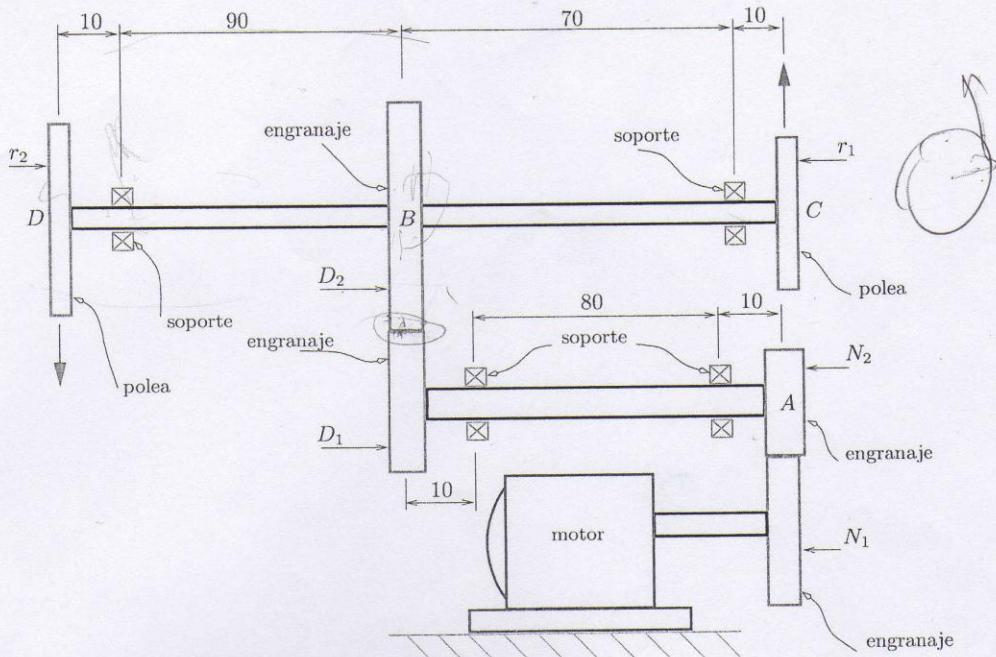

Figura 2: Motor, ejes, engranajes y poleas.
2. En la Figura 2 se muestra un motor que entrega 75HP de potencia a una velocidad de 1000rpm. Mediante conexiones de engranaje, a dos ejes de transmisión, la potencia se transfiere a un par de poleas extremas, de las cuales la polea *D* consume 40HP. En el punto *A*, la reducción de los engranajes es desde $N_1 = 200$ a $N_2 = 100$ (N = número de dientes del engranaje) siendo el diámetro del engranaje menor de 20cm. Las dimensiones de las poleas y engranajes restantes son: $r_1=10\text{cm}$, $r_2 = 15\text{cm}$, $D_1 = 10\text{cm}$, $D_2 = 35\text{cm}$ y la relación de tensiones en ambas poleas es $t_1/t_2 = 2,5$.